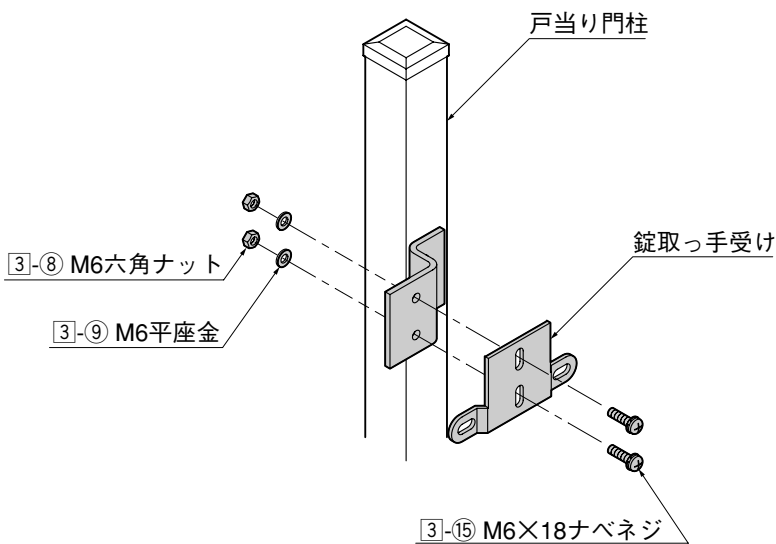
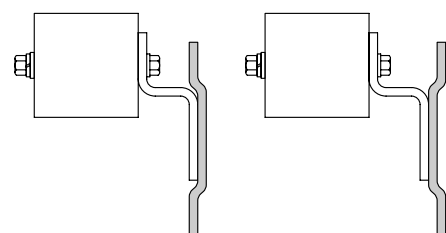

図7-3
図7-4
- ② 戸当り門柱に錠取っ手受けを取付けます。(図7-3参照)
- 施錠して南京錠が付けやすい位置に錠取っ手受けの向きと高さを調整してください。(図7-3、図7-4参照)